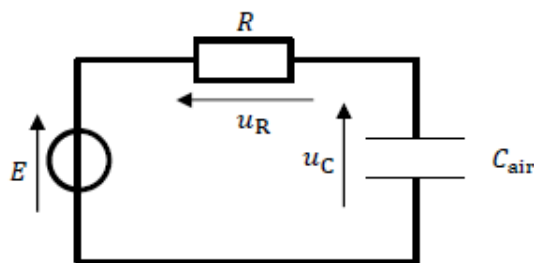

Figure 3 : Circuit en série comprenant un générateur, une résistance R et un condensateur C_{air}
- B.1. Établir, pour le circuit de la **figure 3**, la relation entre E , $u_R(t)$ et $u_C(t)$.